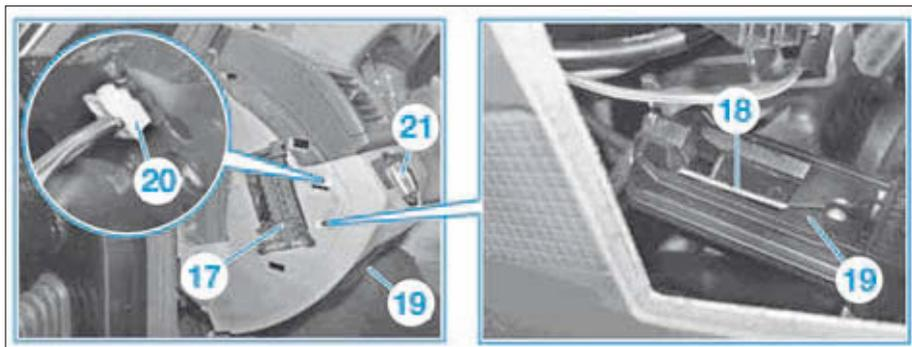

FIG. 25
- A travers l'ouverture latérale gauche de planche de bord (Fig.25) :
- si équipé, dégrafer le support de fusibles (17) et le repousser à l'intérieur de la planche de bord,
- décrocher le câble de déverrouillage du frein de stationnement (18) sur son levier (19),
- débrancher le connecteur (20) du commutateur d'éclairage extérieur (21).